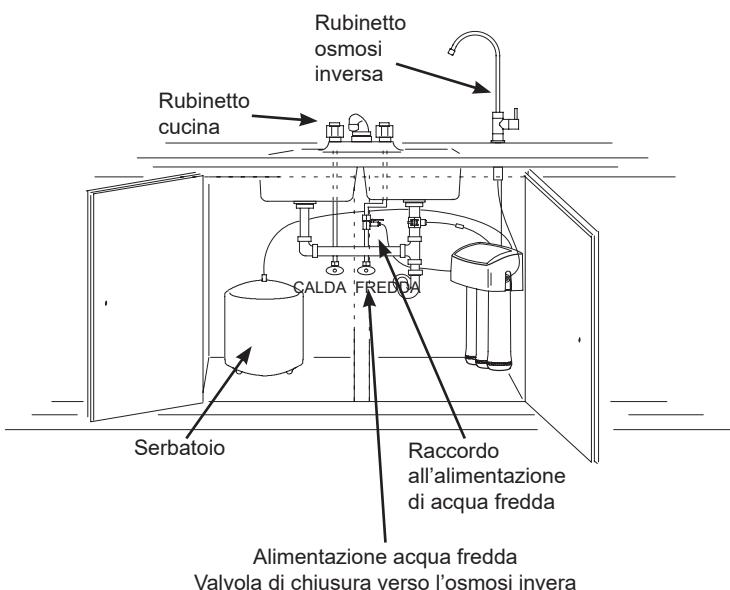

FIG. 22
2. Assicuratevi che la valvola situata sul raccordo d'alimentazione(cfr. Fig. 22) sia aperta.